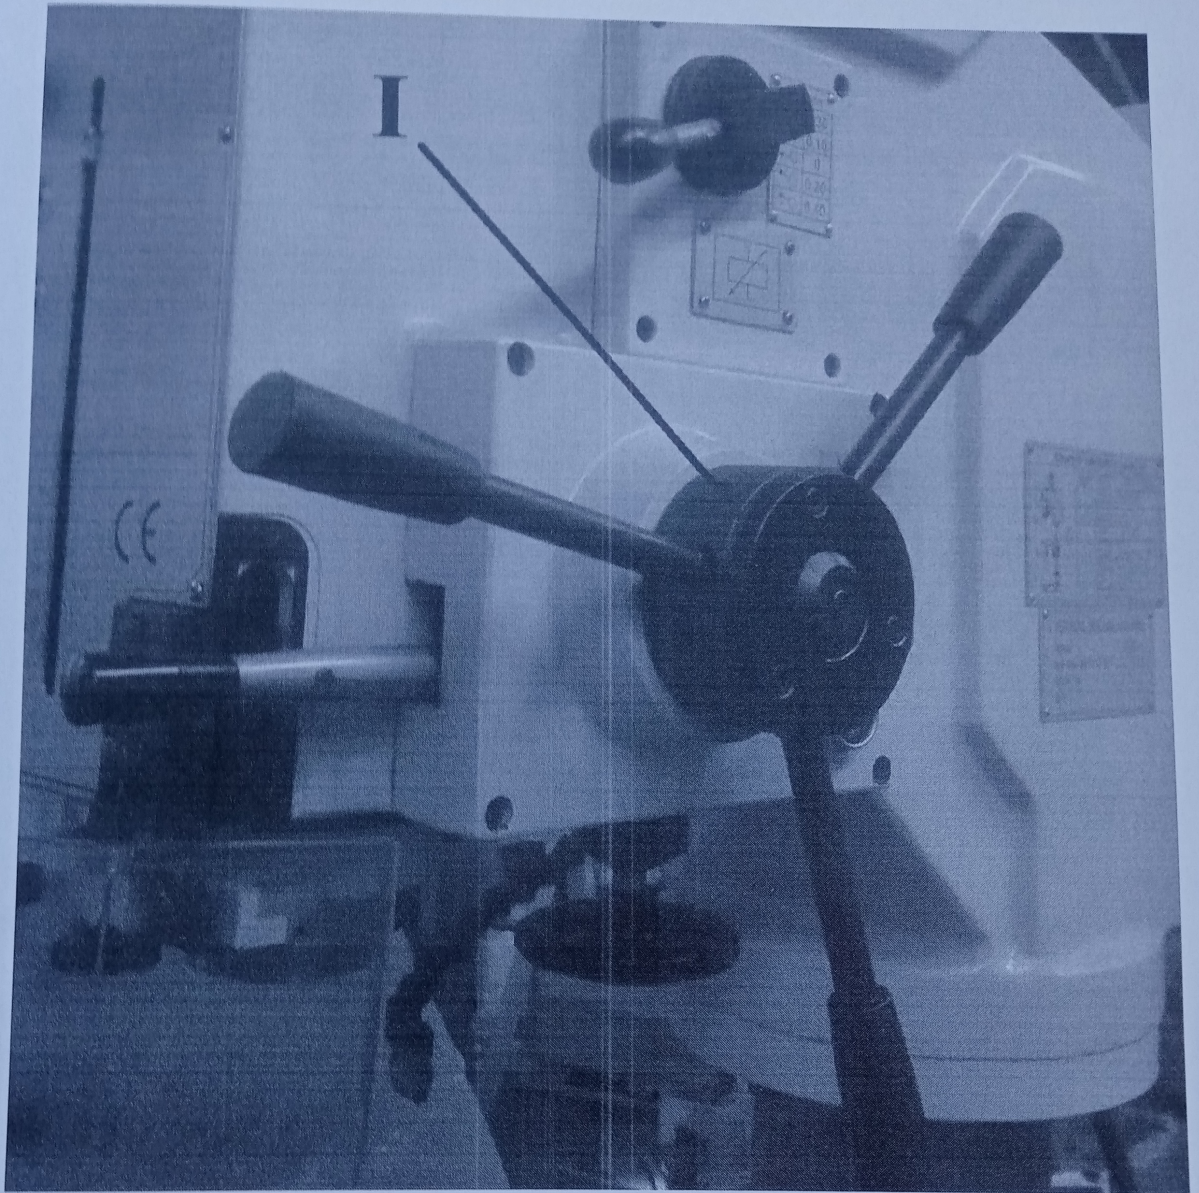

Рис. 11
5.6.3. Ручная подача (рис. 11).